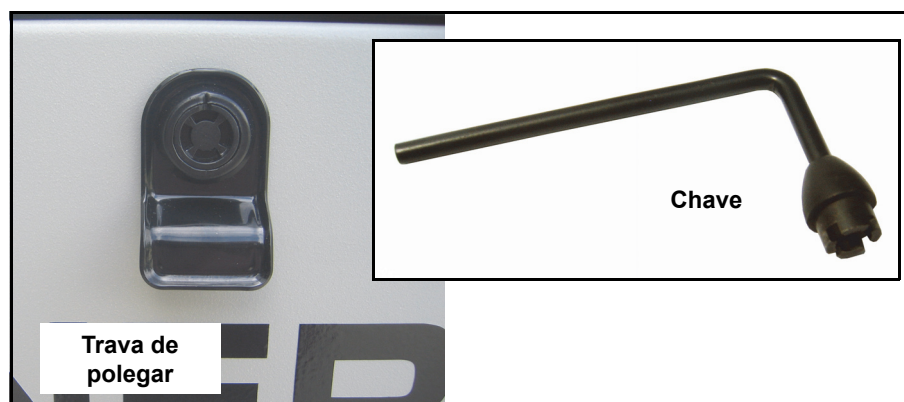

Figura 5-5. Chave do painel de acesso
1. Insira a chave na fechadura e gire 1/2 volta no sentido anti-horário. Consulte a Figura 5-5.